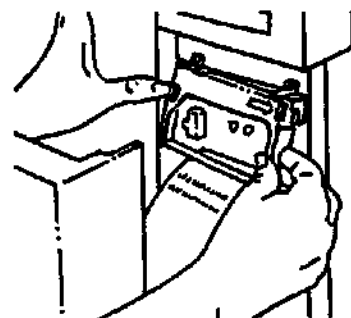

Рис. 5-10: Установка нового картриджа принтера.
4. Вставьте новый картридж, совместив левую сторону картриджа со скобой на устройстве. Нажмите на правую сторону картриджа до щелчка для установки на место (Рис. 5-10).